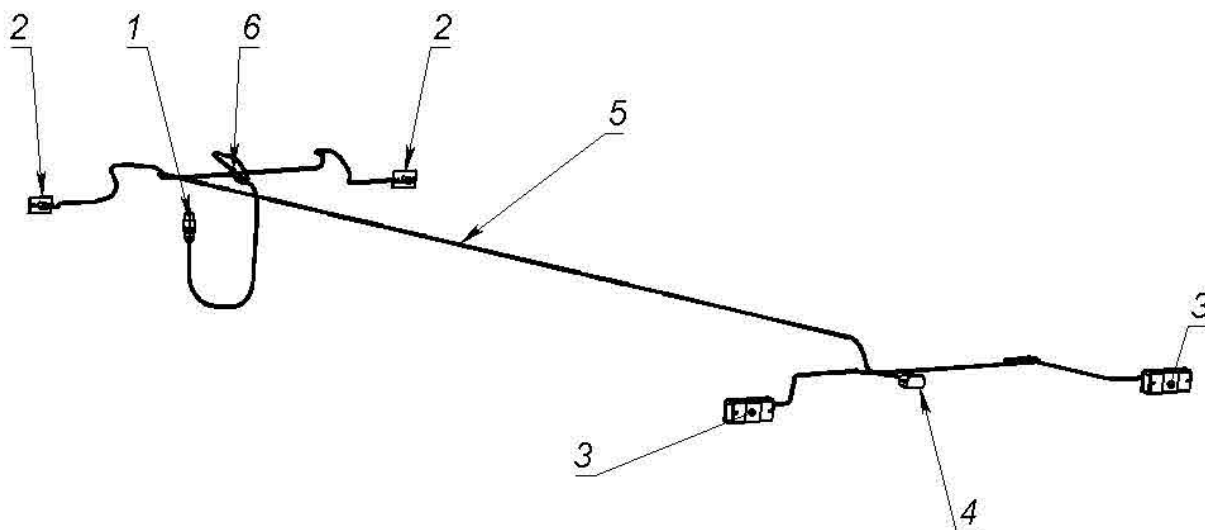
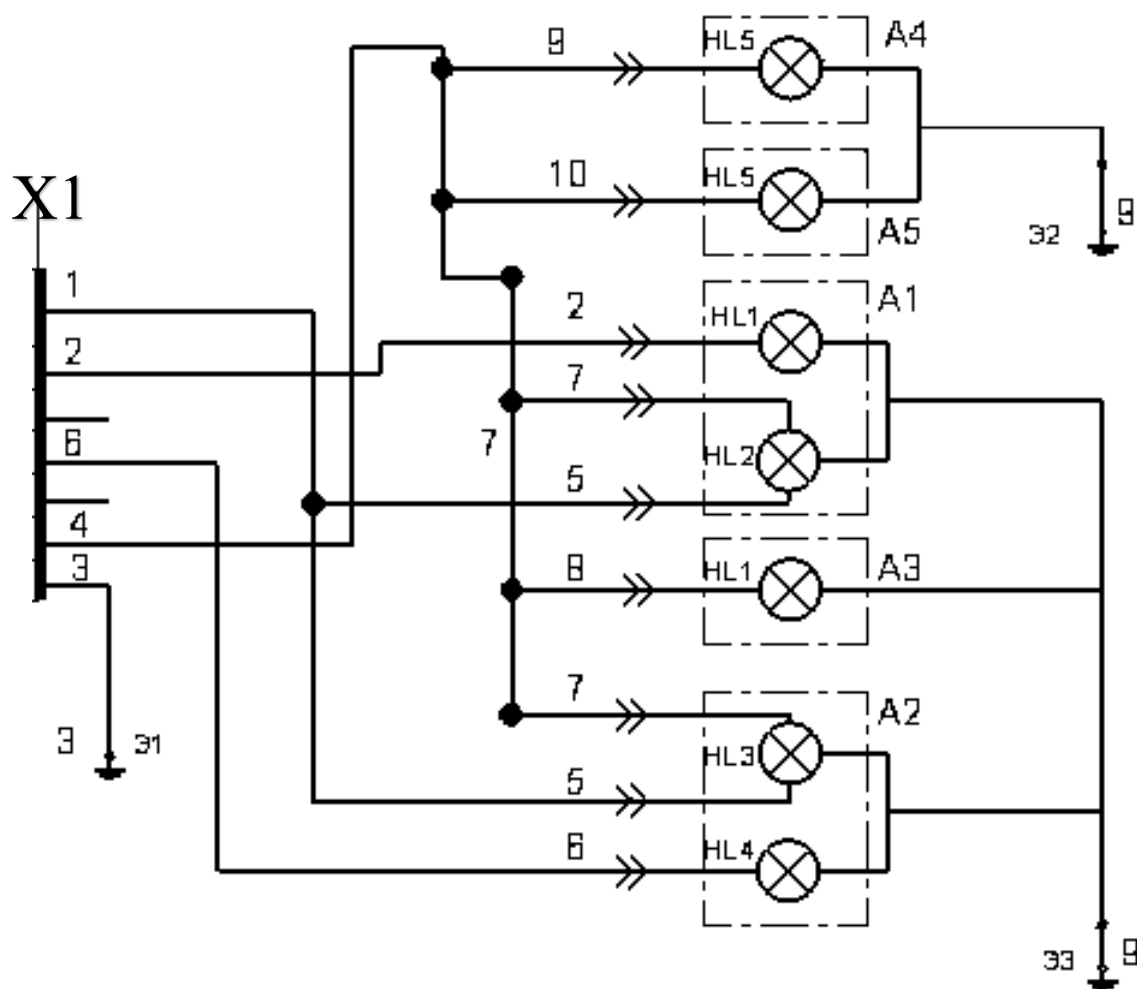

Рисунок 4.1 Электрооборудование полуприцепа.
Рисунок 4.2 – Схема электрооборудования.
2.6 Светосигнальное оборудование полуприцепа состоит из электрооборудования (рисунок 4.1 и схема рисунок 4.2) состоит из вилки штепсельной, жгута проводов, двух подфарников со светоотражающим устройством двух задних фонарей, фонаря освещения номерного знака. В систему светосигнального оборудования входят и световозвращатели - четырех оранжевых боковых и двух задних красных (треугольной формы).